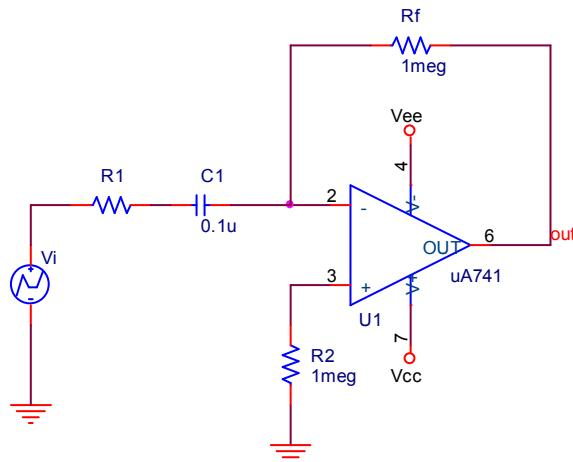

图 8.1.12 微分电路
***8.1.12 如图 8.1.12 所示为一微分电路，运放选用 uA741。(ti8_2_8)